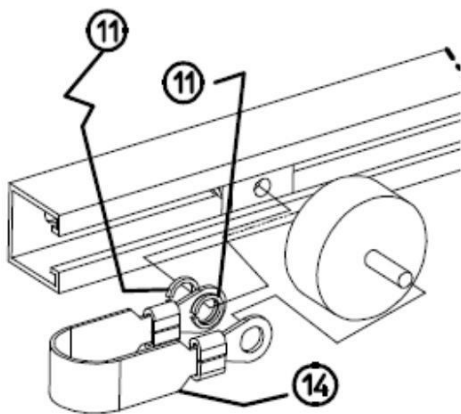

Рисунок 5: Зажим для заземления
1. Найдите (4) шестигранные пружинные гайки 3/8 "(шт. 1) (см. Бак / Настенное крепление Монтаж чертеж в конце этого руководства). Установите его на верхнюю ступицу. 2 "от левого конца и еще один 21 ¼" справа от первого.
4. Установите один конец заземляющего ремня (поз. 14) над нижней левой пружинной гайкой, поместив стопорную шайбу (поз. 11) спереди и сзади ремня. Вставьте амортизатор вибрации через ремень и стопорные шайбы и закрепите на пружинной гайке (рис. 5). Поместите другой конец заземляющего ремня на конец демпфера вибрации. Это будет происходить при установке монитора. Установите последний виброгаситель в нижнюю правую пружину.